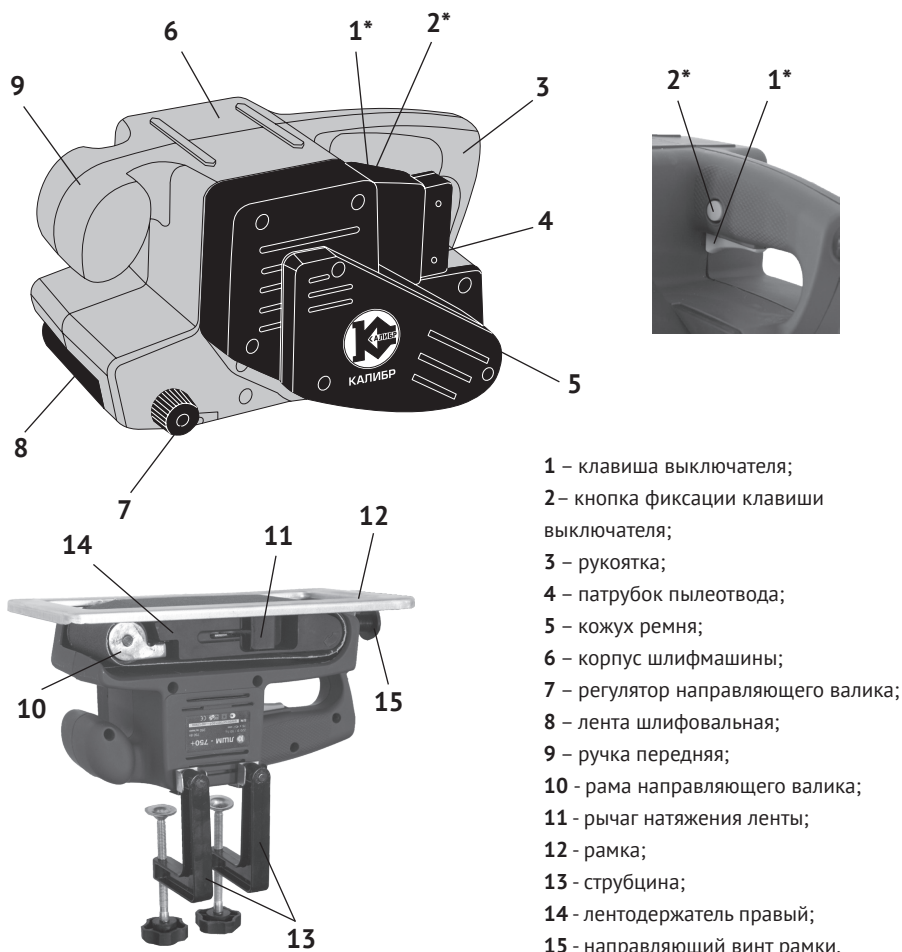

рис. 1
Внешний вид шлифмашины представлен на рис.1
1.7 Механизм шлифмашины расположен в пластиковом корпусе (рис.1 поз.6), состоящем из двух половин. Крутящий момент с якоря электродвигателя, зубчатым ремнём передаётся на ведущий валик. Между ведущим и ведомым валиками движется абразивная шлифовальная лента (рис.1 поз.8) на тканевой основе – рабочий инструмент шлифмашины.
На правом лентодержателе (рис.1 поз.14) шлифмашины стрелкой указано направление движения шлифовальной ленты.
Модель комплектуется двумя струбцинами (рис.14 поз.13) для стационарного крепления шлифмашины к верстаку (рабочему столу) и рамкой (рис.1 поз.12) для удобной опоры обрабатываемой заготовки, при стационарно закреплённом инструменте.
1.8 Клавиша выключателя (рис.1 поз.1) расположена в нижней части рукоятки.
Включение шлифмашины осуществляется нажатием на клавишу выключателя. Фиксация клавиши в рабочем положении, осуществляется кнопкой (рис.1 поз.2), расположенной слева на рукоятке. При повторном нажатии на клавишу, кнопка фиксации и клавиша (со щелчком) возвращается в исходное положение - выключено.
1.9 Пылесборник, входящий в комплект поставки, устанавливается на патрубке пылеотвода (рис.1 поз.4) и предназначен для сбора шлама и пыли, образующейся в процессе шлифования. Поток воздуха из корпуса к патрубку обеспечивает специальная крыльчатка, с отдельным шестерёнчатым приводом.
1.10 Замена ленты осуществляется просто и быстро, используя рычаг натяжения (рис.1 поз.11), расположенный на правой стороне инструмента, в проёме правого лентодержателя. (рис.1 поз.14)
- отвести рычаг натяжения ленты (рис.1 поз.11) вперёд до упора (при этом ведомый ролик сместится назад, к ведущему);
- включите машину на холостом ходу и отцентрируйте регулятором (рис.1 поз.7) прямой ход ленты;
- при выключенном инструменте, установите пылесборник на патрубок пылеотвода (рис.1 поз.4);
- вставить головку направляющего винта (рис.1 поз.15) в паз корпуса (под рукояткой);
- утопить рамку до совпадения упоров с продольными пазами в левой половине корпуса и в правом лентодержателе (рис.1 поз.14);
- снять кожух ремня (рис.1 поз.5), открутив 3-и крепёжных винта;